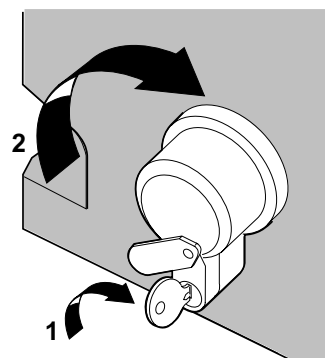

Fig. 2
BOUCHON DE DÉVERROUILLAGE À CLEF NUMÉROTÉE (Fig.2).
- BOUCHON DE DÉVERROUILLAGE À CLEF NUMÉROTÉE (Fig.2).**